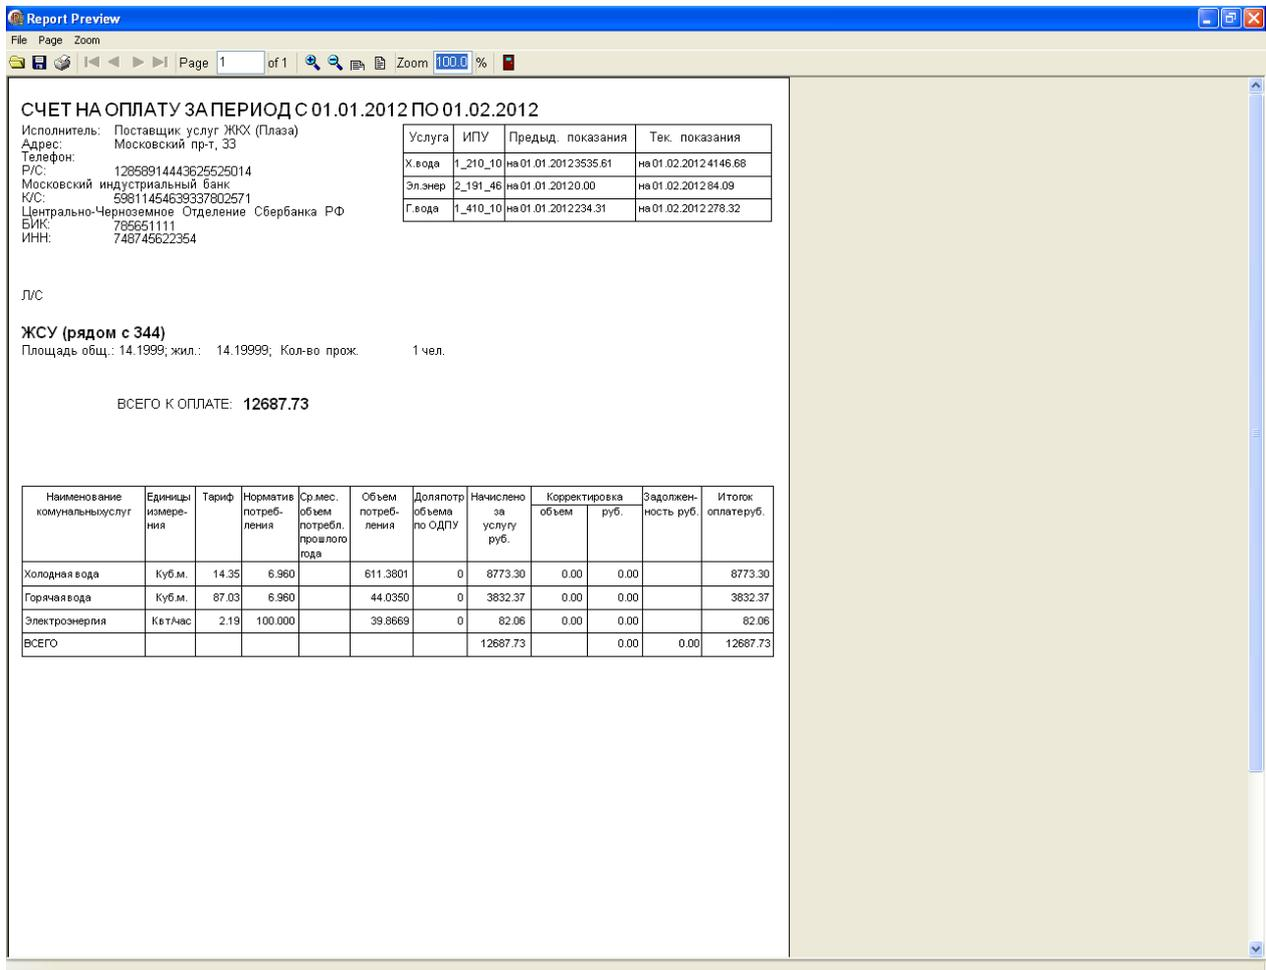

Рис.11 – Пример квитанции об оплате, сформированной клиентским приложением
- поддерживает формирование квитанций об оплате услуг ЖКХ (см. рис. 11), определение баланса абонентов, формирование списков должников;